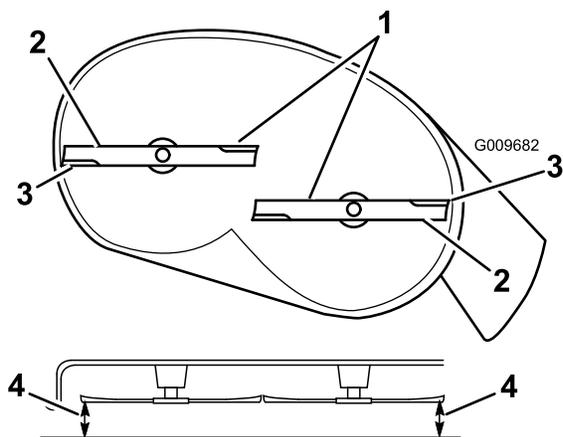

Figure 54
4. Faites pivoter la ou les lames avec précaution pour qu'elles soient toutes parallèles dans le sens transversal (Figure 54).
5. Mesurez la distance entre les tranchants extérieurs et le sol plat (Figure 54).